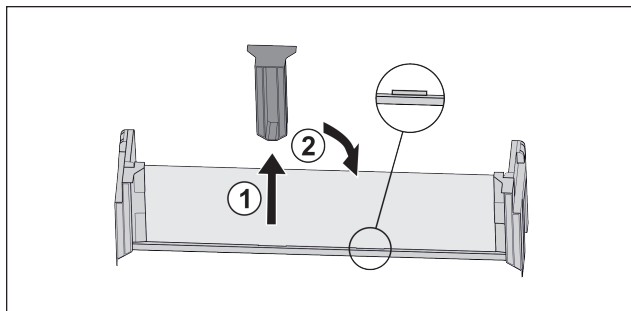

Fig. 29
- ▶ Snemite sredinski držalni del Fig. 29 (1).
- ▶ Sredinski držalni del vstavite na drugem položaju Fig. 29 (2).